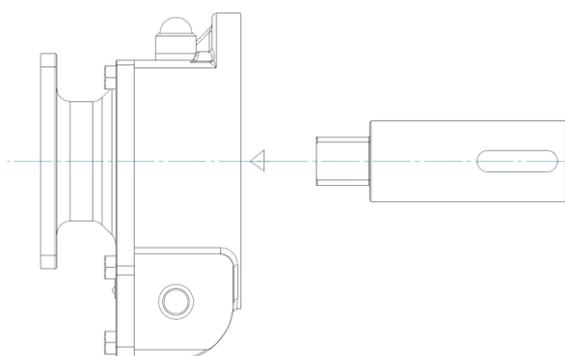

Figura 4: Assemblaggio dell'albero di manovra nel riduttore ILG/S
7. Si raccomanda l'uso di una guarnizione tra la flangia della valvola e il riduttore. Inserire l'albero di manovra nel riduttore dalla parte inferiore (vedere Figura 4). Le dimensioni e la forma delle connessioni dell'albero di manovra e del riduttore possono essere diverse da quelle nella Figura 4.